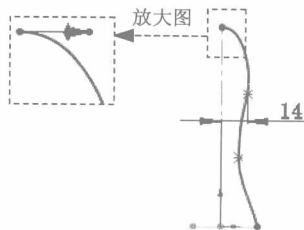

图 1.2.3 草图 2
Step3. 选取前视基准面作为草图基准面，绘制图 1.2.3 所示的草图 2。